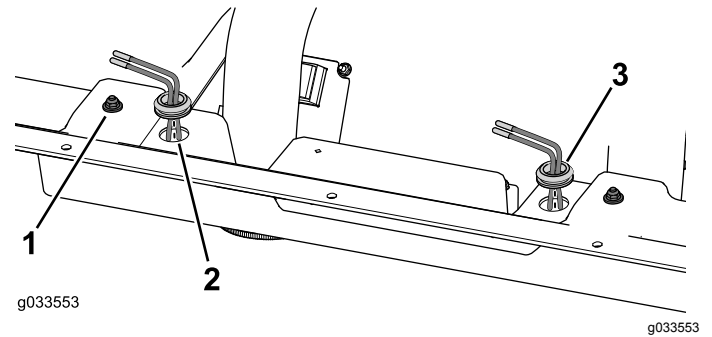
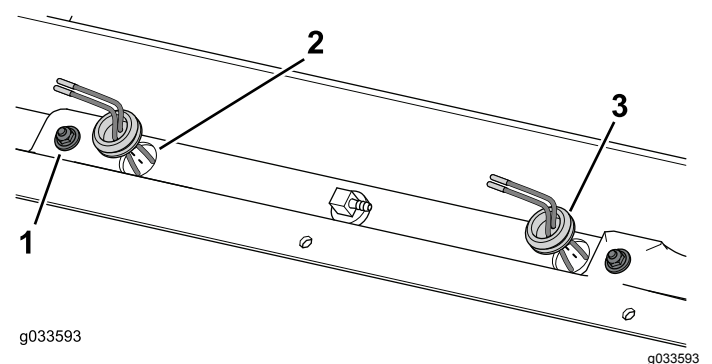

图 2
图 3
2. 在图中所示靠近现有安装五金件的附近钻一个 30mm 的孔 **图 2** 和 **图 3**。